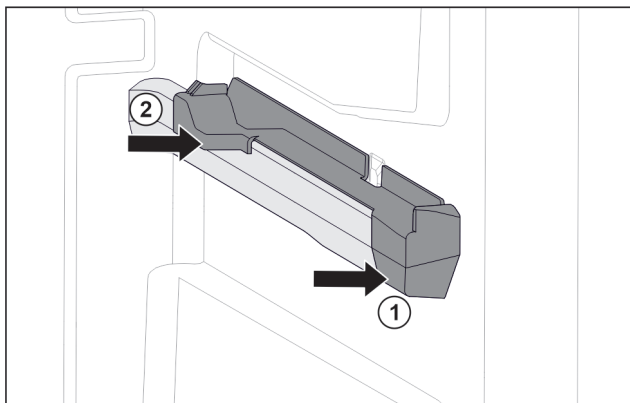

Fig. 129 Elemento inseribile sulla nervatura destra del contenitore
- ▶ Posizionare l'elemento inseribile sulla parte anteriore della nervatura del contenitore. Fig. 129 (1)
- ▶ Premere l'elemento inseribile sulla parte posteriore. Fig. 129 (2)